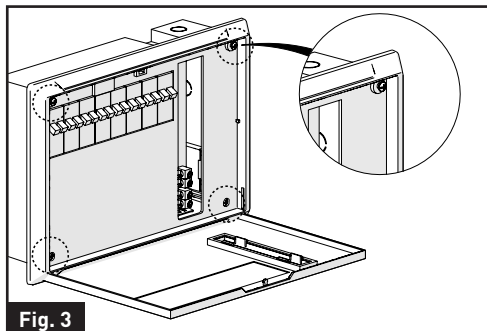

Fig. 3
4. Desserrez les vis qui maintiennent le boîtier aux quatre coins à l'aide d'un tournevis cruciforme. (Fig. 3)